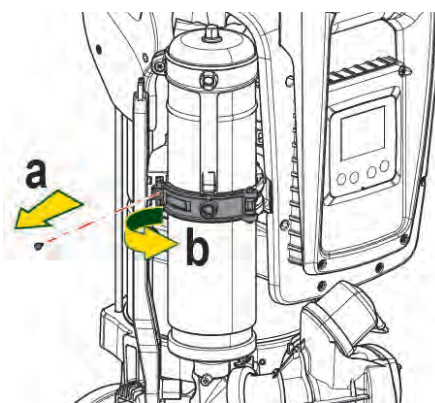

Рисунок 24
- Снимите с помощью отвертки torx стопорный винт (Рис.24а) и откройте стопорный хомут (Fig.24b, два защелкивающиеся крючка и поверните его на петлях).